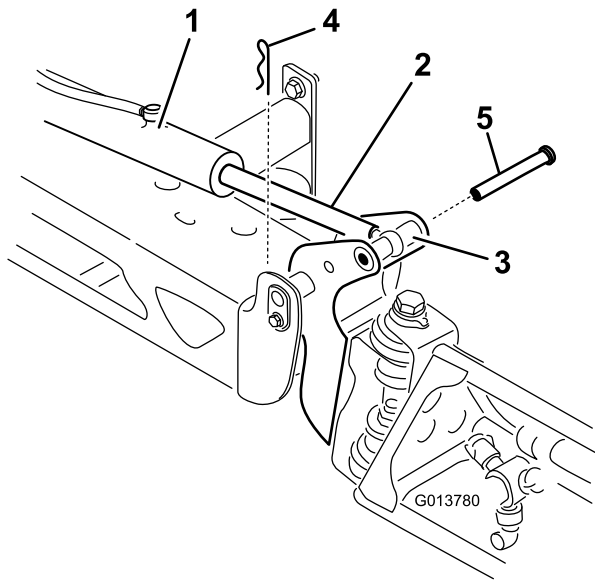

图 65
2. 从枢轴销上拆下发卡销图 65。
3. 向上提起喷洒臂段拆下柱销然后将喷洒臂段慢慢放到地面上图 65。
7. 支撑住喷洒臂段将柱销插入喷洒臂段枢轴和提升器杆图 65。